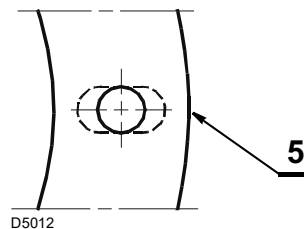

Fig. 8
- ensanche, si fuese necesario, los orificios de la junta aislante (Fig. 8), procurando no dañarla.